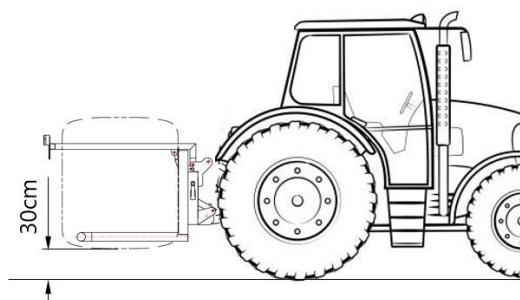

Abbildung 4-3 Abstand Ballen zur Fahrbahn
1. Heben Sie die Ballengabel mittels des Heckkrafthebers des Trägerfahrzeugs soweit an, dass der oder die Ballen etwa 30cm über der Fahrbahn liegen (siehe Abbildung 4-3).